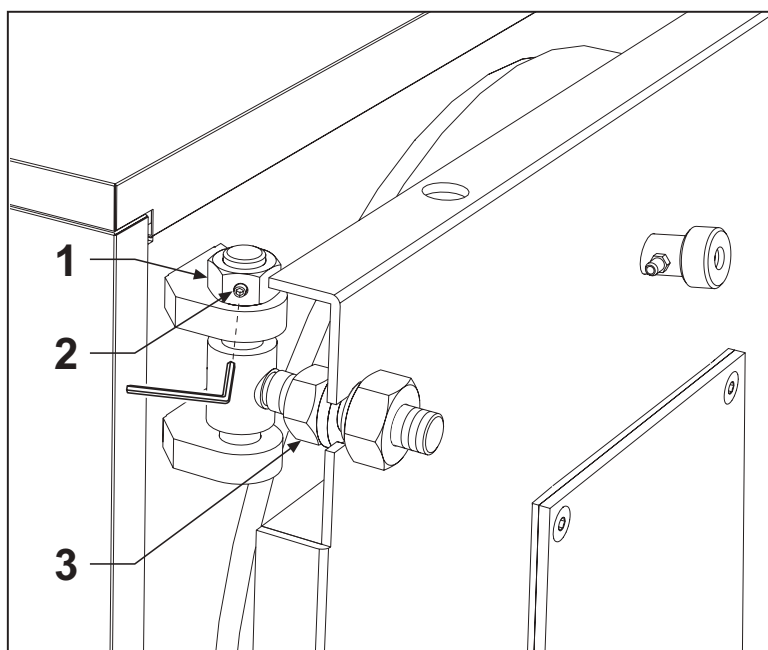

fig. 14
- La regolazione in altezza della porta avviene tramite il dado (pos. 1); a regolazione ultimata bloccare infine i grani (pos. 2 - fig. 14).
- La regolazione longitudinale avviene tramite la vite pos. 3 - fig. 14.